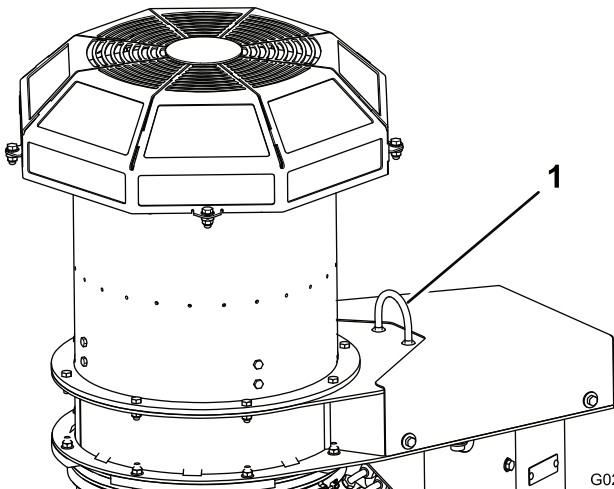

Figura 7
8. Îndepărtați cureaua de la nivelul paletului și fixați-o la nivelul buclei de ridicare de pe suflantă (Figura 7).